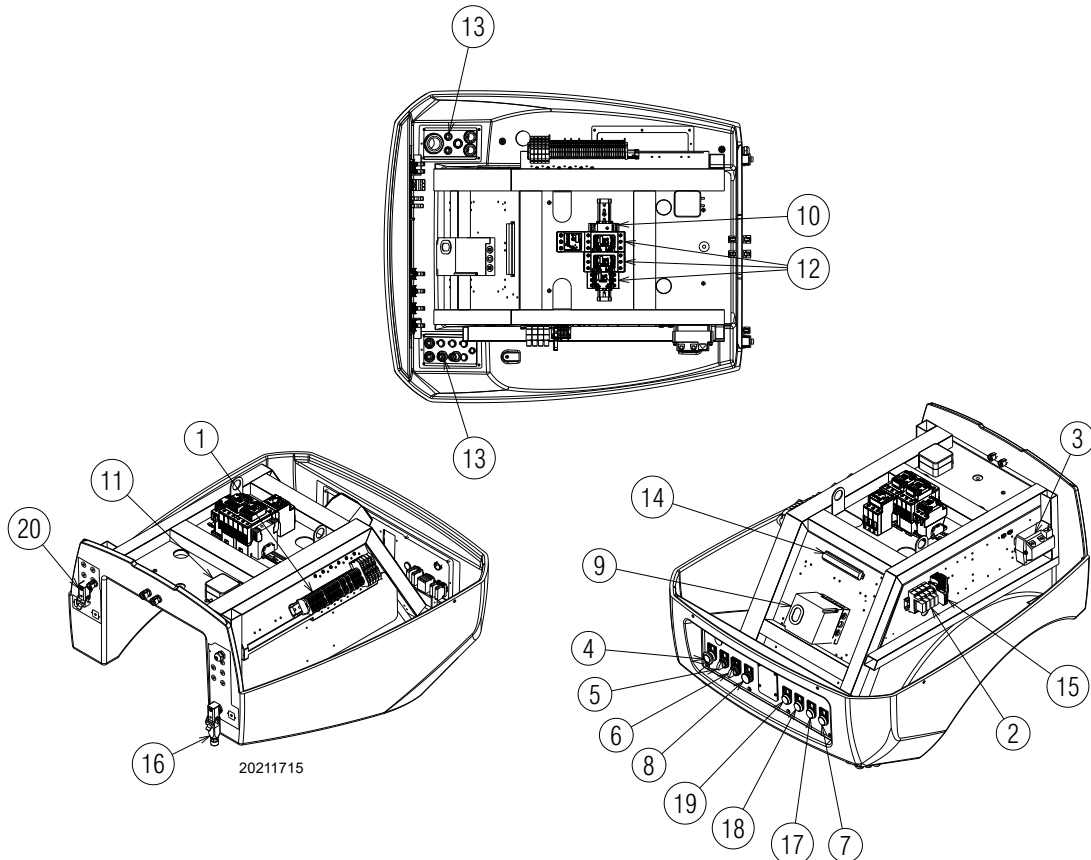

Fig. 5
- **Blocage de la boîte de contrôle:** l'allumage du bouton de la boîte de contrôle 9)(Fig. 5) et du bouton lumineux 8) indique que le brûleur est bloqué. Pour le débloquer, appuyer sur le bouton 8).